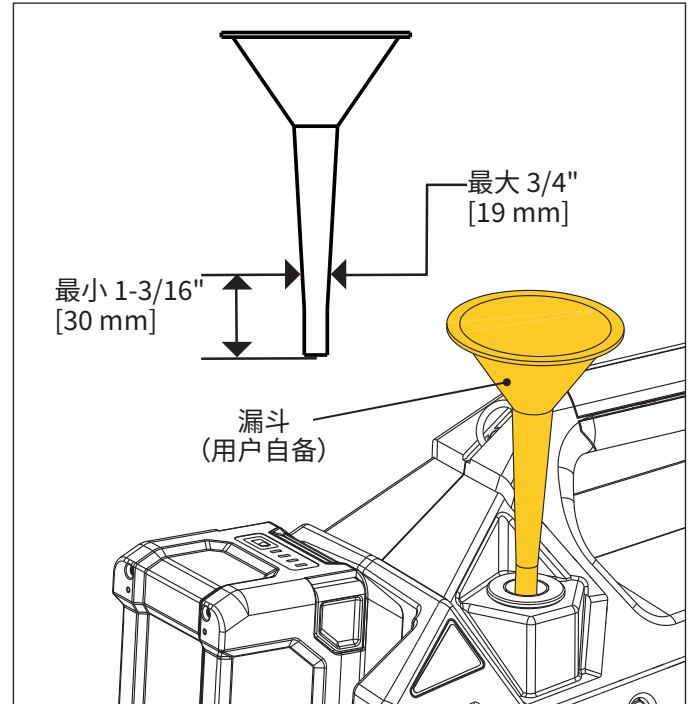

图 13: 使用漏斗加油
- 用一个漏斗(颈部外径最大为 3/4" [19 mm], 长度至少 1-3/16" [30 mm]) 穿过注油口, 进入注油管中。请见图 13。